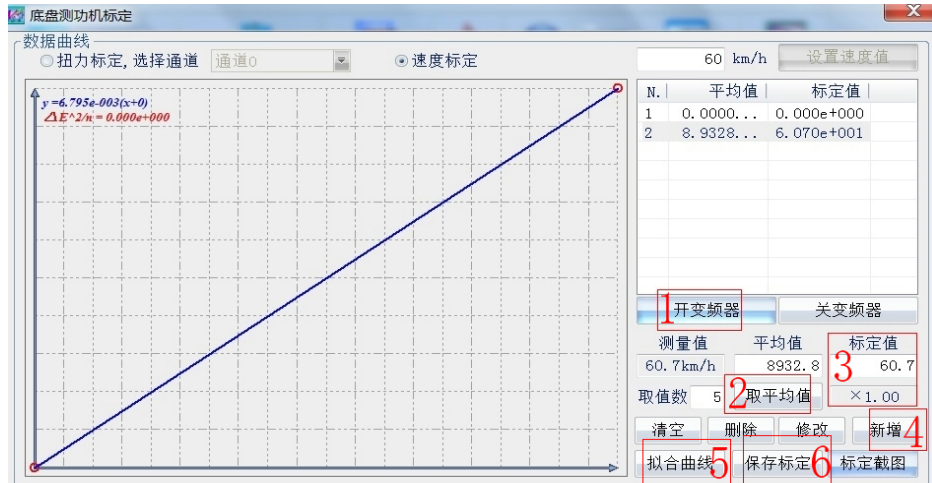

图 4.18
(3)、如图 4.18 所示：如果标定值下面的比率值为 1，在速度标定时需要用激光转速表测出滚筒转动稳定后的实际转速，按照公式 $V = \pi \times D \times n \div 60 \times 3.6$ （V 滚筒表面的实际线速度，km/h； π 圆周率，取 3.14；D 滚筒的直径，0.216m；n 滚筒的实际转速，r/min；）计算出实际速度（如用激光转速表测得的转速为 1492，则可以根据以上公式计算出速度， $V = 3.14 \times 0.216 \times 1492 \div 60 \times 3.6 = 60.7$ ），再将速度值 60.7 填入“标定值”框内，点击“新增”，将标定点“60.7”及其对应的“平均值”8932.8 增加到标定坐标系中，然后点击“拟合曲线”与“保存标定”，将速度标定数据保存到单片机中，完成速度标定。